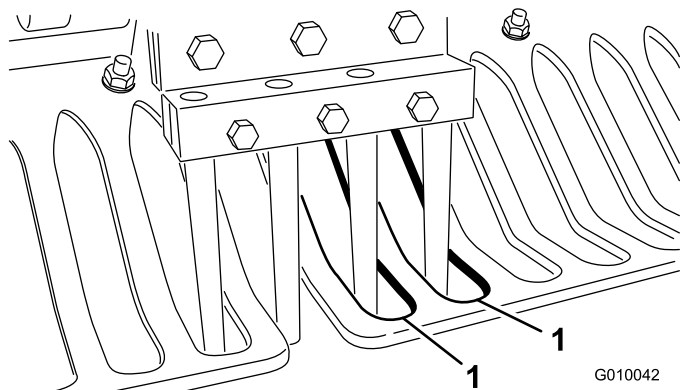

Bild 26
- Stellen Sie sicher, dass die Stacheln mit der Mitte der Abstände in den Rasenschutzvorrichtungen ausgerichtet sind (Bild 26). Stellen Sie die Rasenschutzvorrichtungen ggf. ein und ziehen Sie die Muttern fest.